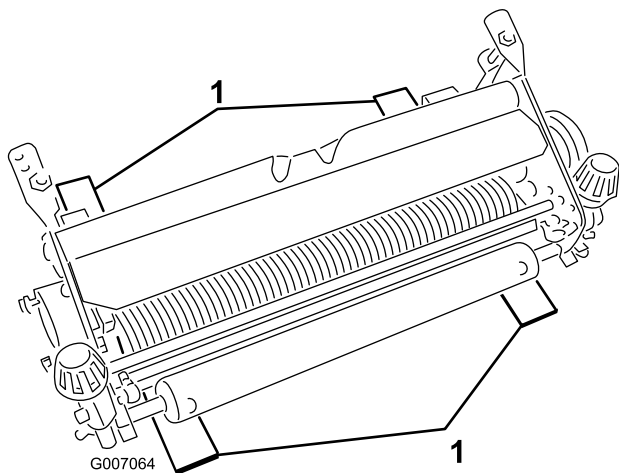

Figure 3
2. Placez des gabarits (4), de profondeur de pénétration des lames au-dessous du sol correcte, sous le rouleau avant et les roues arrière du groupe défendeur (Figure 3).